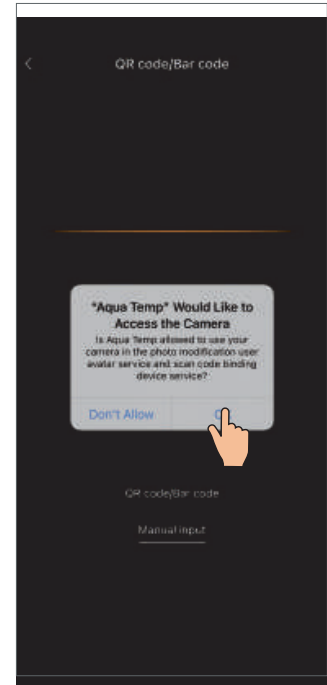
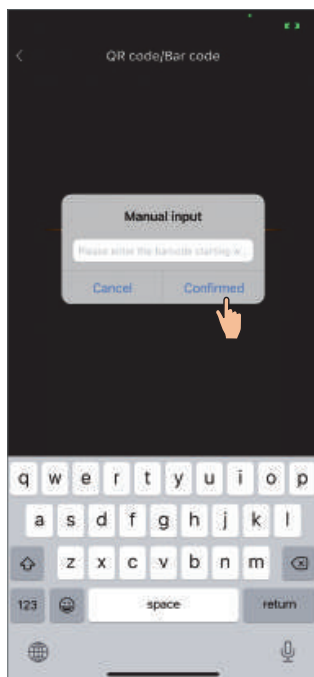

Fig.15 Activer l'autorisation de la caméra
Fig.17.2 Interface d'entrée manuelle
7. Cliquez sur "OK" (Fig.15) pour permettre à l'APP d'utiliser la caméra pour scanner le code-barres WF sur l'unité de pompe à chaleur (Fig.17.1), ou cliquez sur "entrée manuelle" pour entrer le code-barres WF(Fig. 17.2).